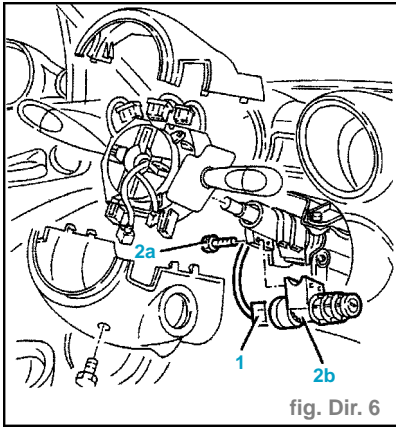

fig. Dir. 6
- Déplacer le commodo (2).
- Débrancher la connexion électrique (1) du commutateur de mise en marche (fig. Dir. 6).